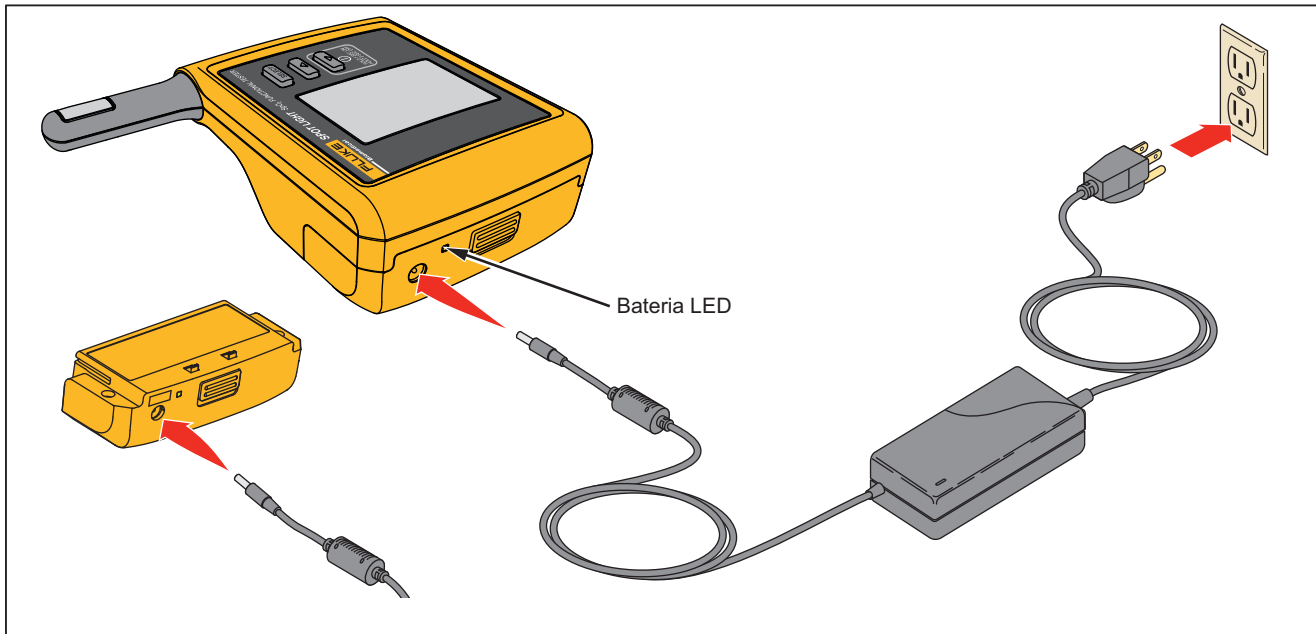

Figura 6. Conexões Externas do Carregador da Bateria
1. Como mostrado na Figura 6, conecte a fonte de alimentação AC / DC ao conector de alimentação da bateria.